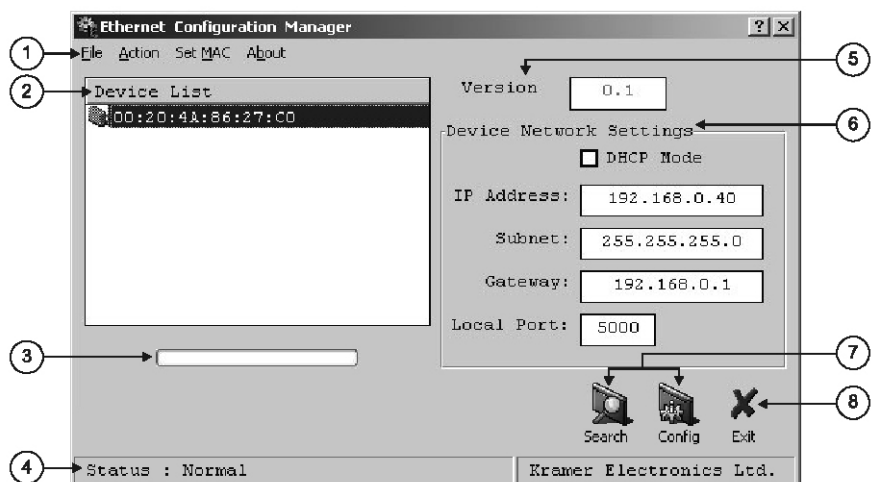

Рис. 9. Окно менеджера конфигурации порта Ethernet
3. После установки программ щелкните по соответствующему ярлыку в папке *Programs (Программы)* меню *Start (Пуск)*. Откроется окно менеджера конфигурации (рис. 9).